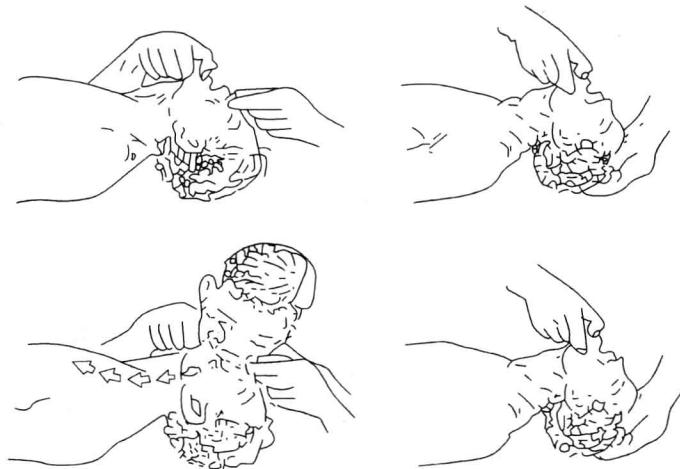

图 1-4 口对口人工呼吸方法
- 4) 如果心跳已停止，应立即采用人工心脏按压法（见图 1-3），使患者维持血液循环。若呼吸已停止，应立即采用口对口人工呼吸方法施救（见图 1-4），并同时拨打急救电话。